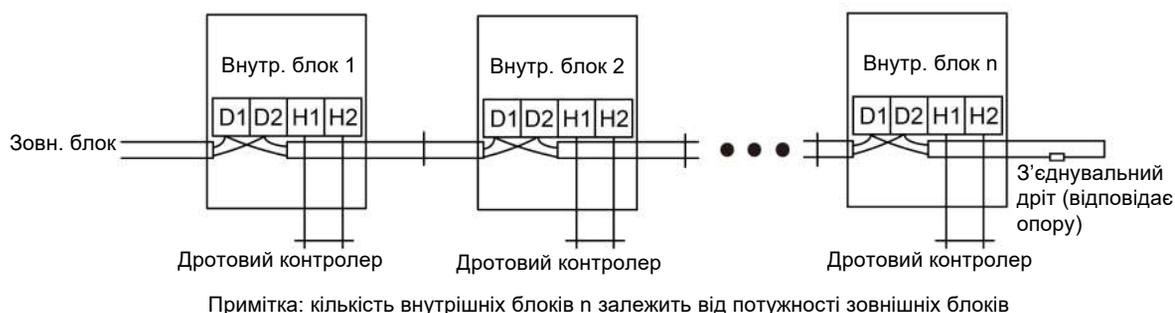

Рис.5.3.2
- (4) Закріпіть кабель зв'язку за допомогою затискача електричної коробки.
- (5) Для більш надійного зв'язку переконайтеся, що кінцевий резистор під'єднано до найближчого внутрішнього блоку комунікаційної шини (клеми D1 і D2), як показано на рис. 5.3.2, кінцевий резистор постачається з кожним зовнішнім блоком.